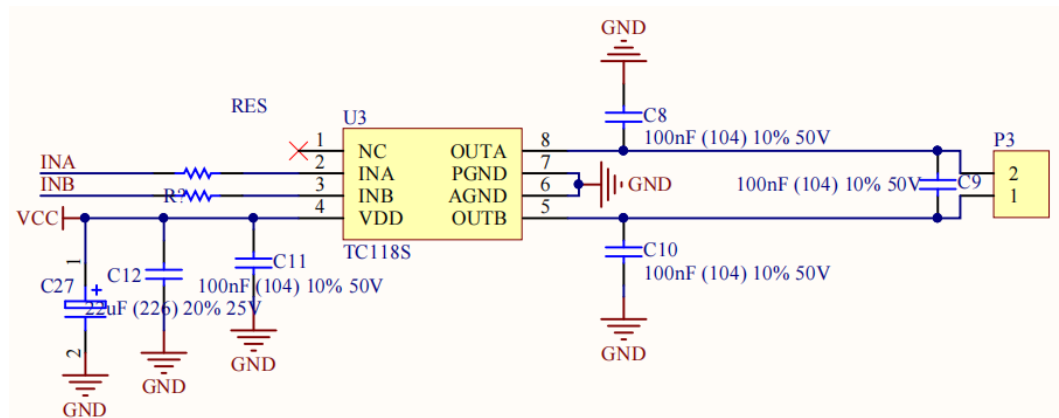

图 2-31 电机模块原理图
(4) 电机模块：电机模块使用 TC118S 控制芯片，该芯片单通道内置功率 MOS 全桥驱动，支持驱动前进、后退、停止及刹车功能，内置迟滞热效应过热保护功能。原理图如图 2-31：